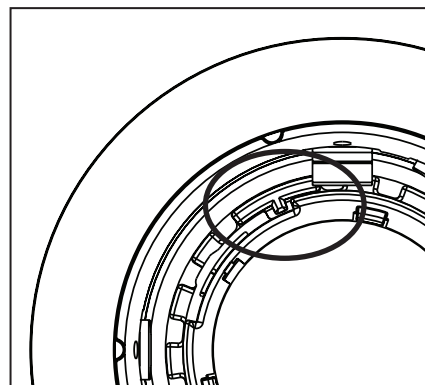

Figura 17
Paso 4. Alinee las pestañas en el dissipador de calor con las ranuras en el sujetador del óptico y presione el óptico en el accesorio. Gire el sujetador del óptico en el sentido del reloj para asegurar (Figura 17).